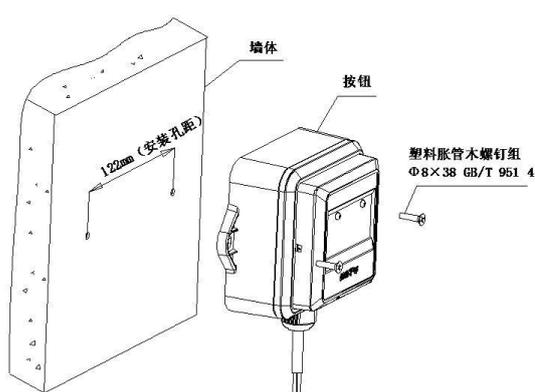

图 3-12 安装示意图
2. 安装时只需将报警按钮直接安装，安装孔距为 122mm。安装示意图图 3-12 所示。